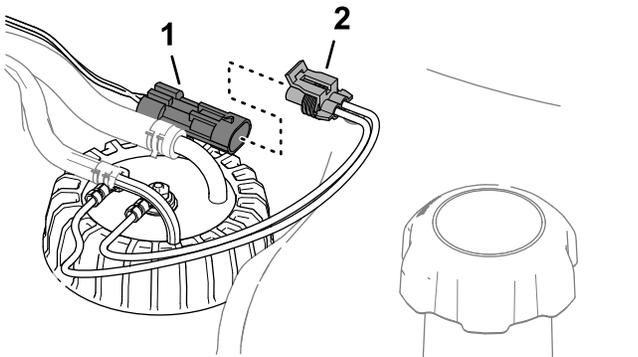

图 93
6. 将燃油发送器线束的接头插入机器线束的接头（图 93）。